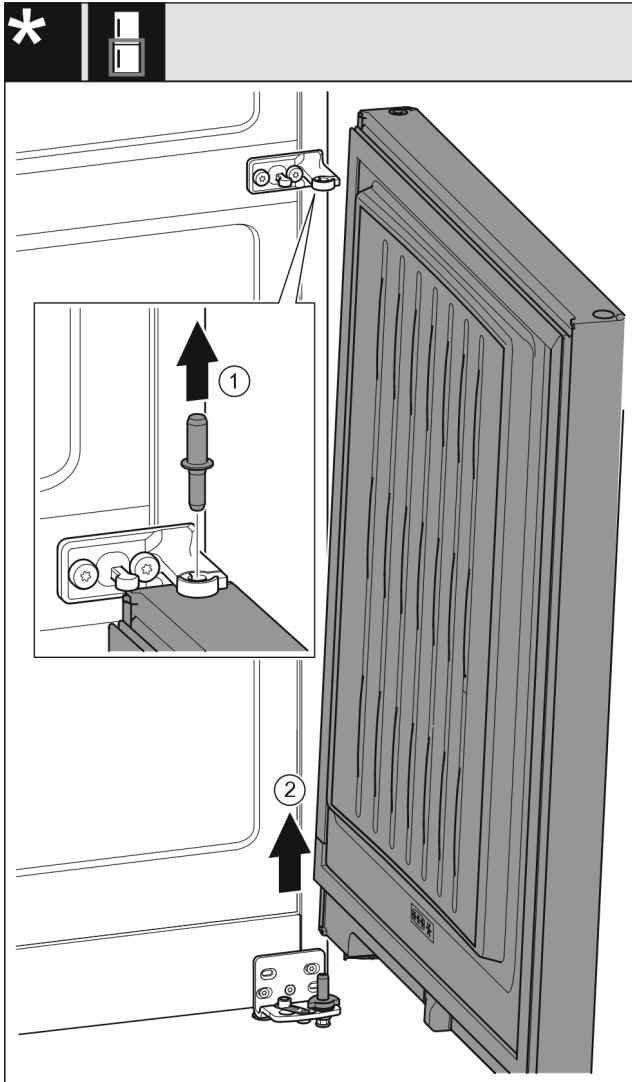

Fig. 10 Без демпфера
- ▶ Витягніть штифт Fig. 10 (1) угору.
- ▶ Відкрийте дверцята Fig. 10 (2), потягніть їх угору та відкладіть убік.